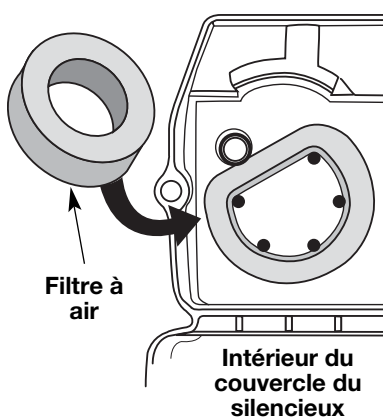

Fig. 22
2. Retournez le couvercle et inspectez l'intérieur pour repérer le filtre à air. Retirez le filtre à air de l'intérieur du couvercle du filtre à air/silencieux (Fig. 22).
6. Remplacez le filtre à l'intérieur du couvercle du filtre à air/silencieux (Fig. 22).